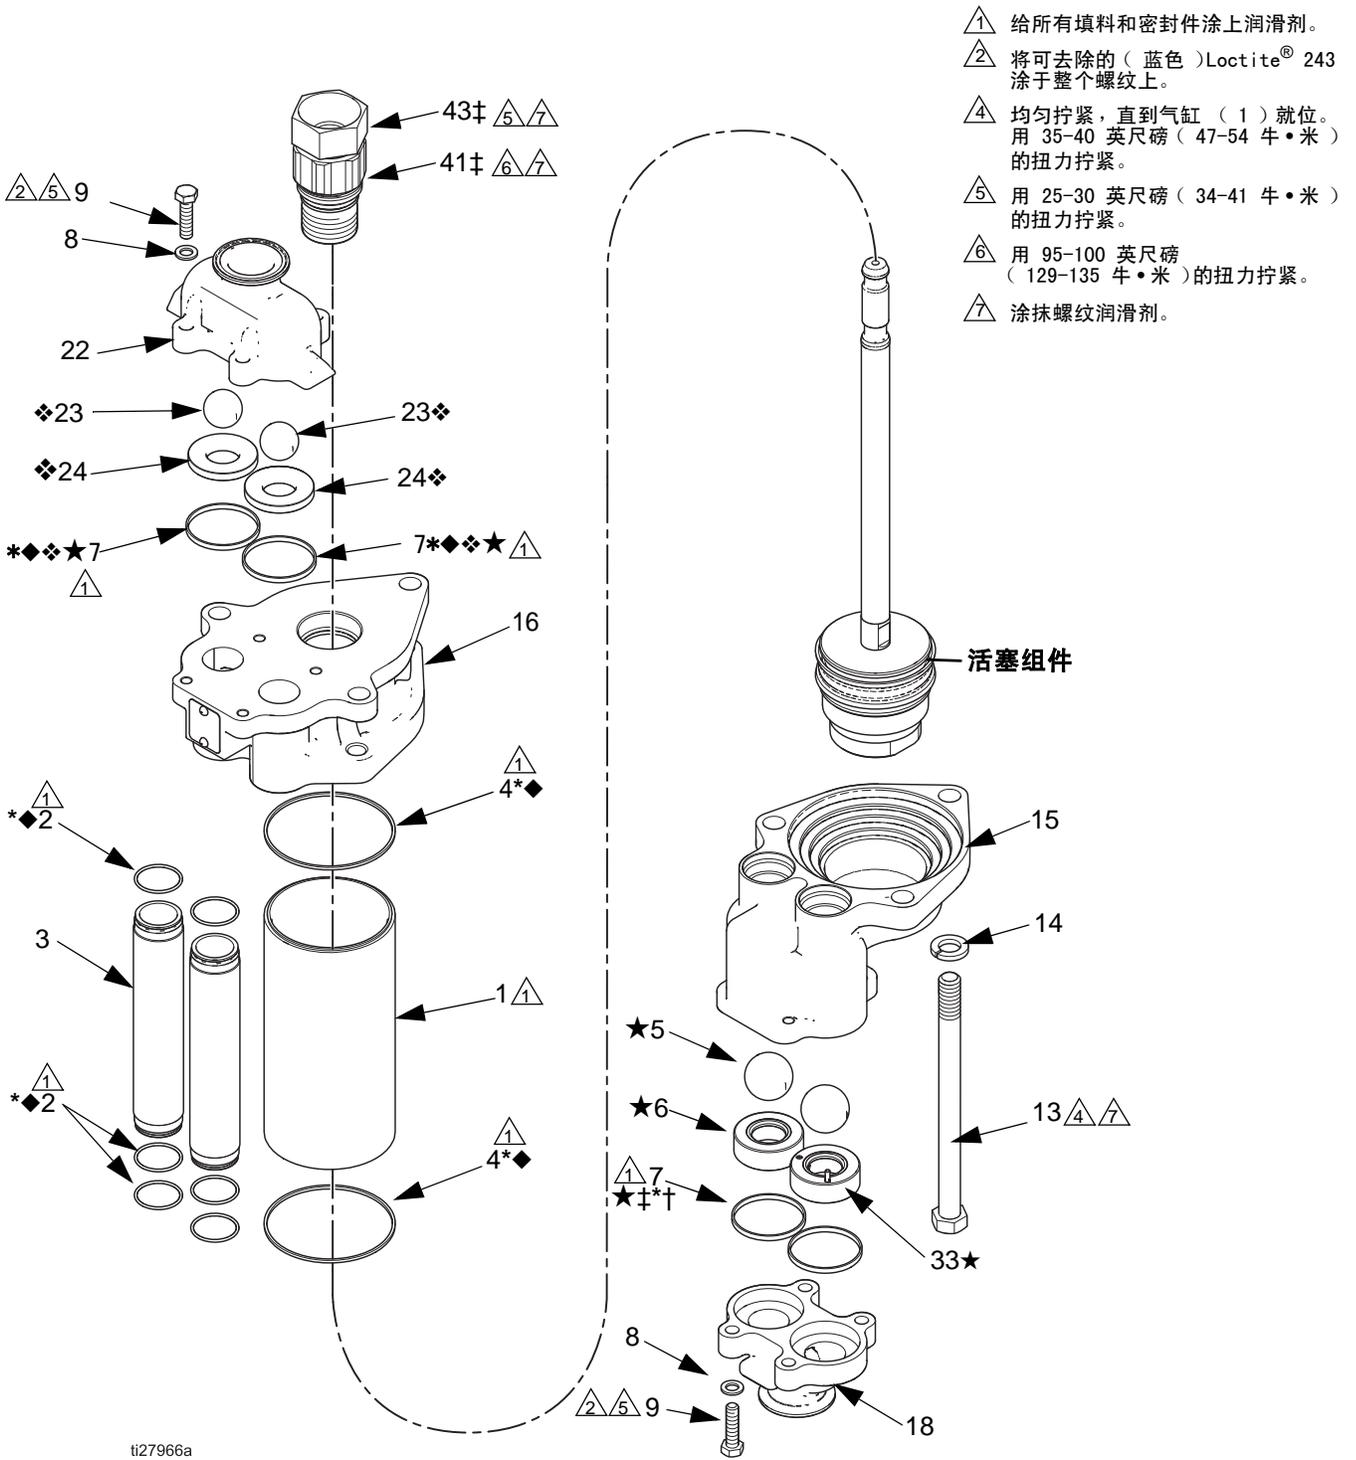

图 5. 下缸体的分解图
**注释：**请参见图 5（第 9 页），了解零配件的分解图。
请参见图 5 ( 第 9 页 ), 了解零配件的分解图。
请参见图 5（第 9 页），了解零配件的分解图。
<p>组件破裂危险</p> <p>有泄压阀 ( 6★ ) 的入口止回阀座必须安装在流体入口, 如图 5 所示。泄压阀可减小泵的超压危险。如果阀座安装在流体入口壳体 ( 15 ) 的另一侧上, 该阀座便无法泄压。</p>
4. 将入口止回歧管 ( 18 ) 放到流体入口壳体 ( 15 ) 上。将可去除的 ( 蓝色 ) Loctite® 243 涂于整个有头螺丝 ( 9 ) 螺纹上。安装锁紧垫圈 ( 8 ) 和有头螺丝 ( 9 )。用 25 - 30 英尺磅 ( 34 - 41 牛·米 ) 的扭力拧紧。参见图 5。